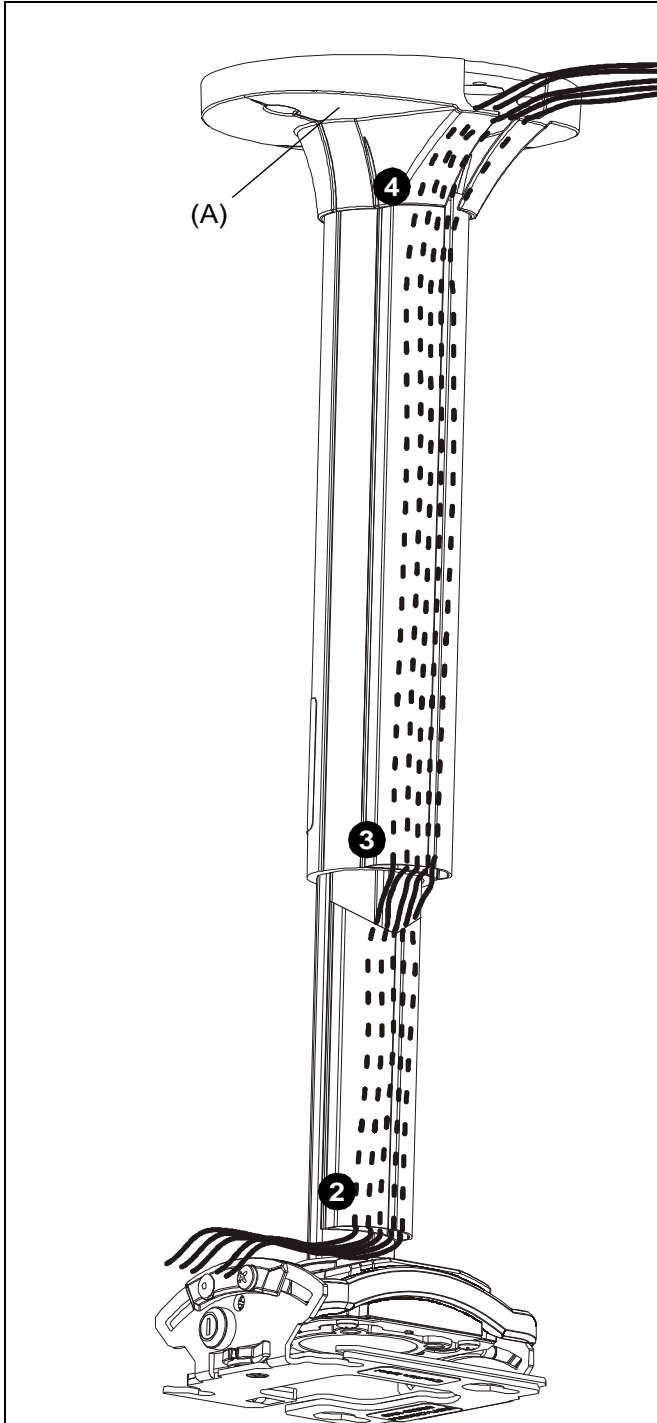

Abb. 28
2. Führen Sie die Kabel durch die untere Kabelabdeckung. (Siehe Abb. 28)
3. Führen Sie die Kabel durch die obere Kabelabdeckung. (Siehe Abb. 28)
4. Führen Sie die Kabel durch Deckenplattenabdeckung (A). (Siehe Abb. 28)